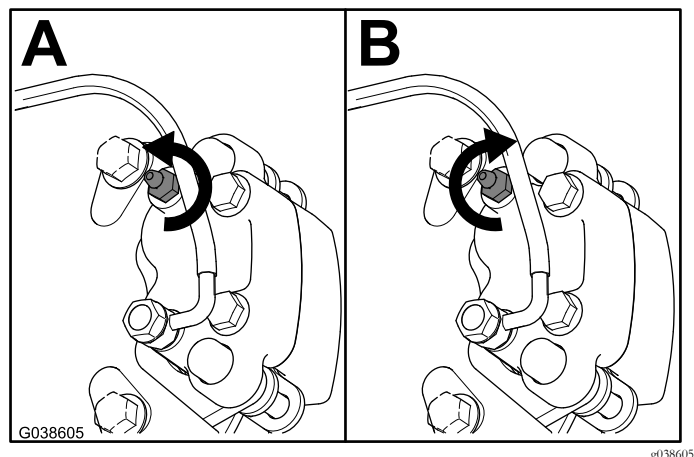

図 12
3. ブレーキペダルをいっぱい踏み込んだ状態で、ブリードねじを 1/4 回転ゆるめる 図 12。
4. ブレーキペダルをいっぱい踏み込んだ状態で、ブリードねじを 1/4 回転締め付ける 図 12。